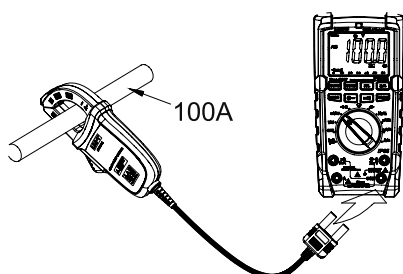
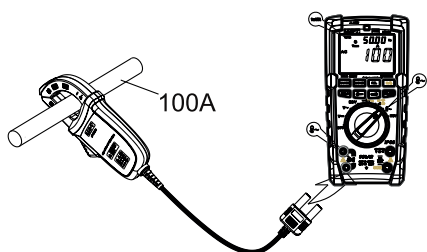

Рисунок 2
Рисунок 3
1. Подключите штекер кабеля передачи данных к входу измерения напряжения и общему (COM) входу мультиметра, затем установите на мультиметре диапазон измерения переменного напряжения в мВ (см. рисунок 2).
- A) диапазон измерения переменного напряжения  $\leq 200\text{ мВ}$  (для схемы на рис. 2) или диапазон датчика  $\geq 400\text{ А}$  (для схемы на рис. 3);